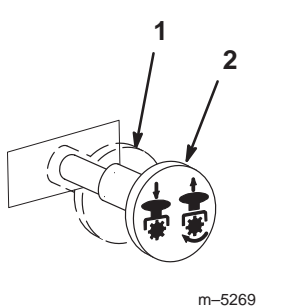

Bild 8
3. Stellen Sie den Zapfwellenhebel in die Aus-Stellung (Bild 8).